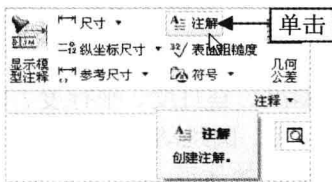

图 12-90 单击“注解”按钮
Step 02 在“功能区”选项板中切换至“注释”选项卡，单击“注释”面板中的“注解”按钮 ，如图 12-90 所示。